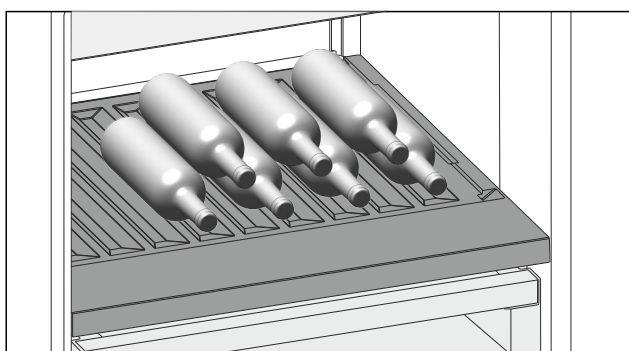

Fig. 206 Ilustrační zobrazení
- ▶ Láhve ukládejte dnem dozadu k zadní stěně. (viz Fig. 206)